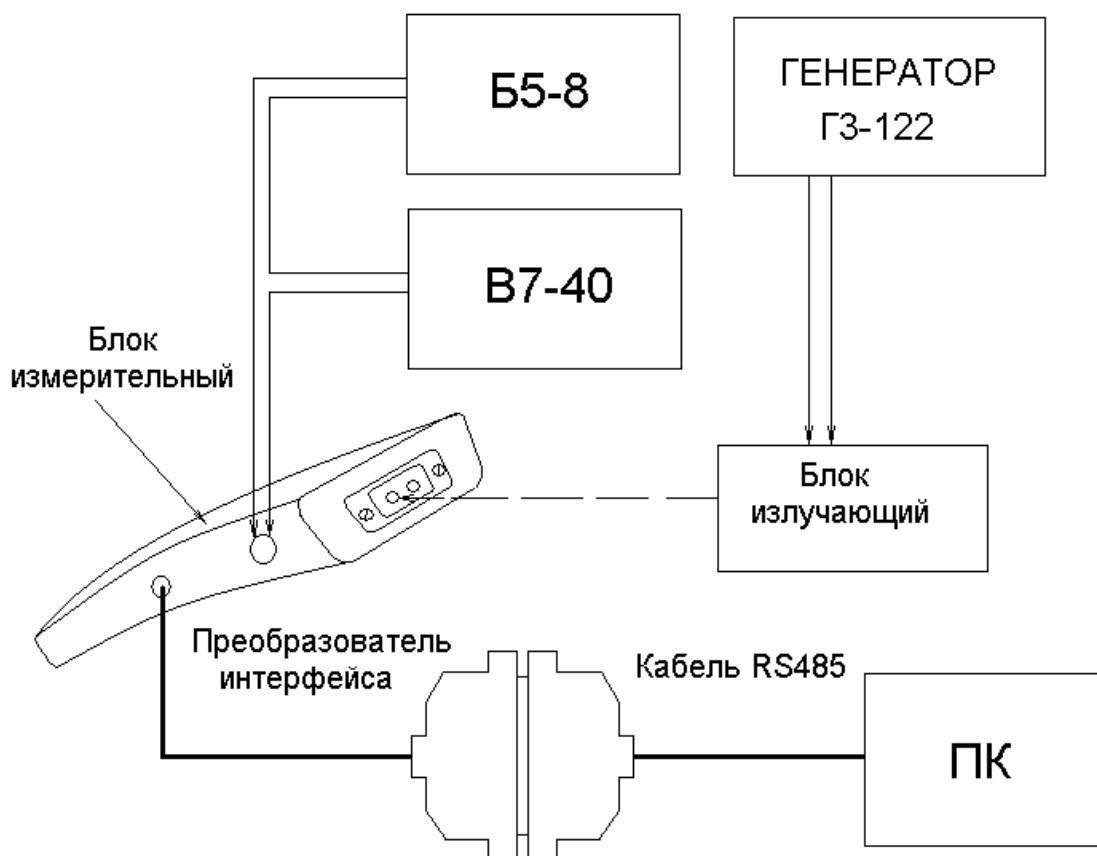
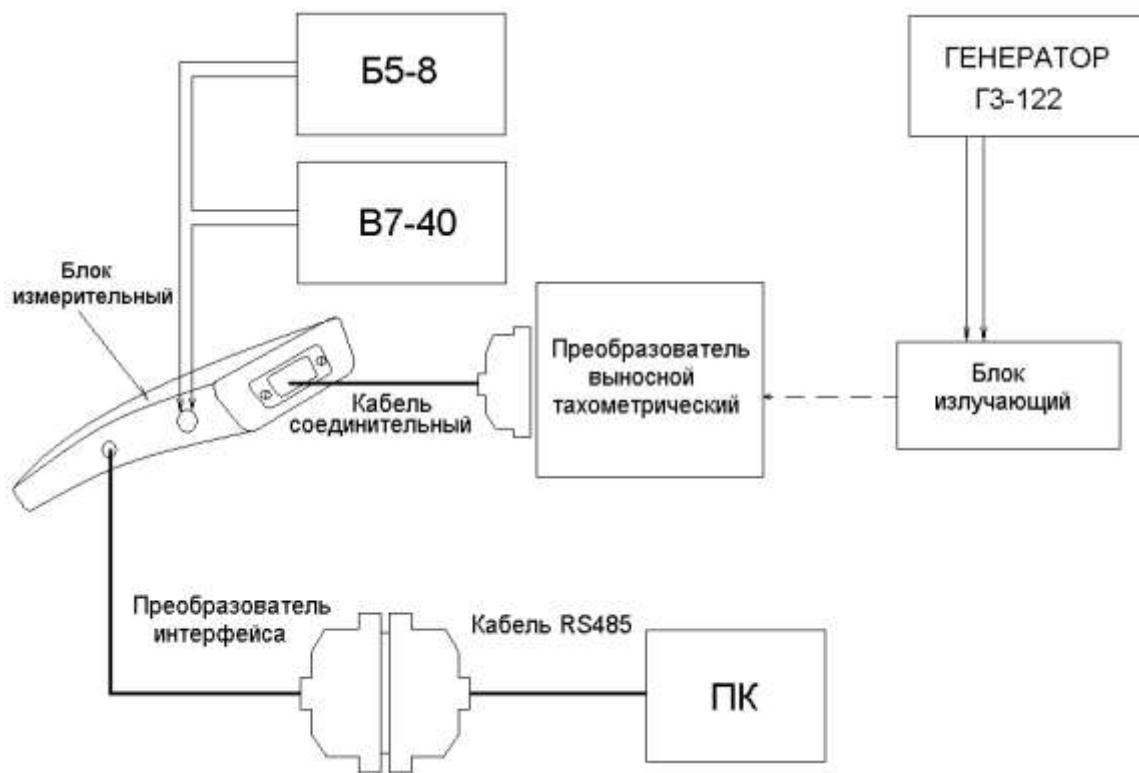

Рис. 38 Схема подключения для определения характеристик тахометра (ДО-03-01, ДО-03-02)
Рис. 39 Схема подключения для определения характеристик тахометра (ДО-03-03, ДО-03-04)
Блок-схема соединения аппаратуры при проведении поверки приведена на рис.38 и рис. 39.
6.6.2.2.3 Собрать схему, приведенную на рис.38 для тахометра ДО-03-02 и схему на рис.39 для тахометра ДО-03-04. Подготовить приборы к работе согласно их руководства по эксплуатации. Установить частоту генератора равной 50 Гц (3000 об/мин) и уровень сигнала 2 В. Установить светоизлучающие части блока излучающего и тахометра соосно на расстоянии 0,03 м от тахометра до появления синхронизации (устойчивое свечение индикатора синхронизации). Снять показания тахометра (об/мин), по истечении времени установления рабочего режима, зафиксировав максимальное отклонение показаний тахометра от заданного значения об/мин.
- Собрать схему, приведенную на рис.38 для тахометров ДО-03-01, ДО-03-02 и схему на рис.39 для тахометров ДО-03-03, ДО-03-04. Подготовить приборы к работе согласно их руководства по эксплуатации. Установить частоту генератора равной 50 Гц (3000 об/мин) и уровень сигнала 2 В. Установить светоизлучающие части блока измерительного и тахометра соосно на расстоянии 0,03 м от тахометра до появления синхронизации (устойчивое свечение индикатора синхронизации). Снять показания тахометра (об/мин), по истечении времени установления рабочего режима (см. табл.1), зафиксировав максимальное отклонение показаний тахометра от заданного значения об/мин.
- Собрать схему, приведенную на рис.38 для тахометров ДО-03-01, ДО-03-02 и схему на рис.39 для тахометров ДО-03-03, ДО-03-04. Подготовить приборы к работе согласно их руководства по эксплуатации.
Для проверки используется схема на рис.38 для тахометров ДО-03-01, ДО-03-02 и схема на рис.39 для тахометров ДО-03-03, ДО-03-04. Частота сигнала, подаваемого с генератора, равна 5000 Гц (30000 об/мин) и 0,005 Гц (0,3 об/мин).